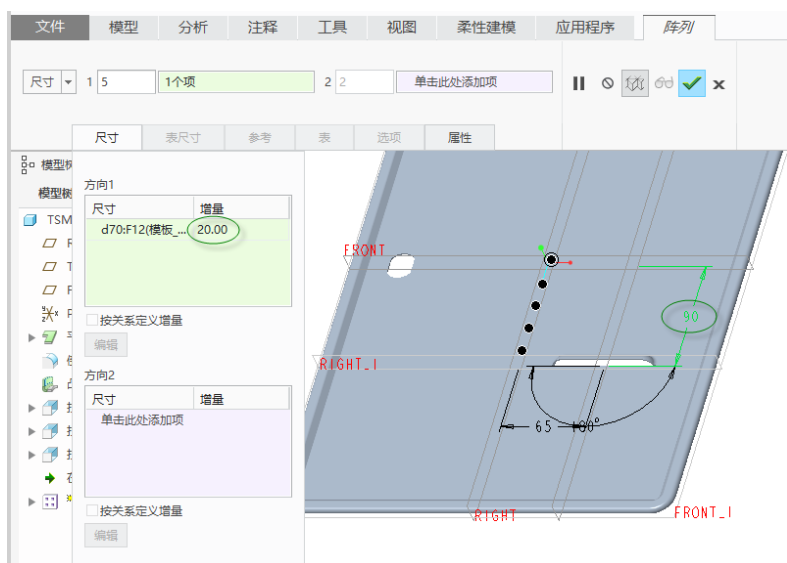

图 6-142 设置“尺寸”阵列参数
(1) 确保选中刚创建的凸模成型特征, 从功能区的“模型”选项卡中单击“编辑”→ (阵列) 按钮, 打开“阵列”选项卡。
(2) 默认的阵列类型选项为“尺寸”。在钣金模型中单击数值为 90 的尺寸, 将其选定为方向 1 的尺寸参考, 并设置该尺寸参考对应的尺寸增量为“20”, 如图 6-142 所示。